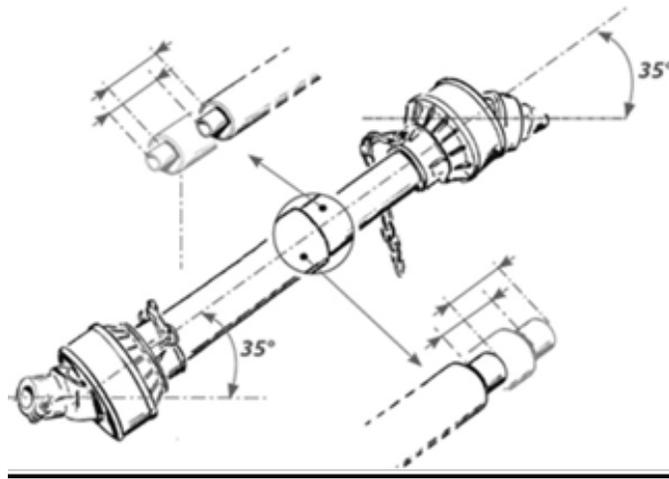

Figura 15- Un ejemplo de ángulo máximo en la línea de transmisión.
- Para mantener el eje de la TDF en buen estado de funcionamiento, asegúrese de que las posiciones de trabajo no excedan el ángulo de conducción máximo de 35° para transmisiones estándar y 80° para transmisiones de gran angular. (Figura 15)